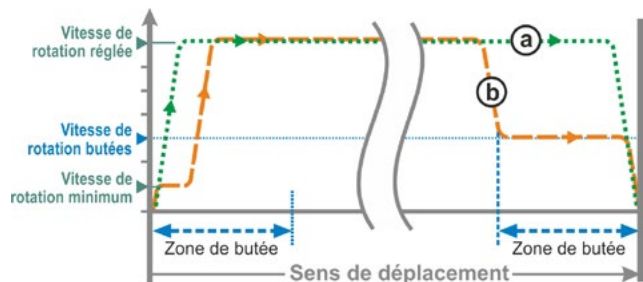

Fig. 3 : Vitesse de rotation butée « Démarrage / arrêt rapide »
- En cas de déconnexion **en fonction de la course**, la vitesse de rotation est réduite peu avant d'atteindre la butée, de sorte que le servomoteur s'arrête sans dépasser la butée, voir Fig. 3, Courbe a.